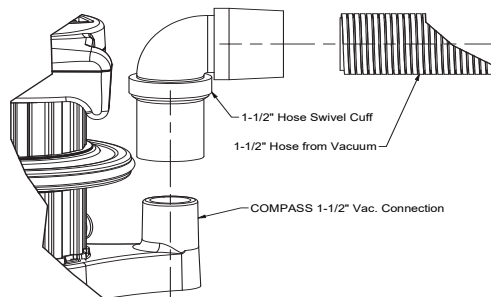

Figure 4
1. Installez le brassard pivotant de tuyau 1-1/2 po fourni (Figure 4) en vissant le brassard dans le sens inverse des aiguilles d'une montre sur le flexible.
2. Poussez le brassard pivotant sur la base en le tournant (Figure 4).